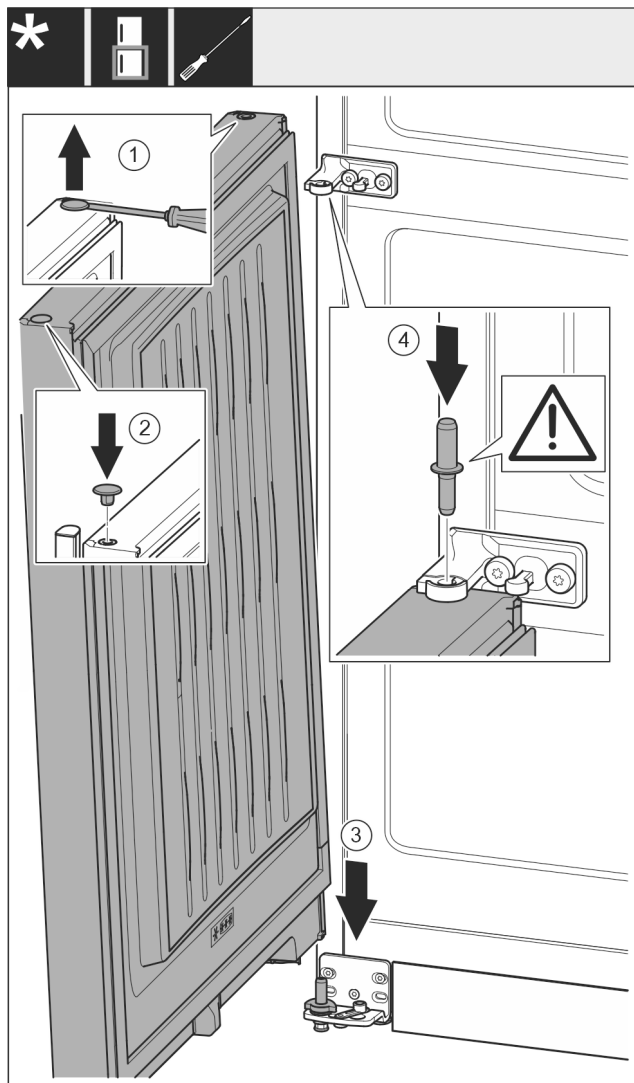

Fig. 20
- ▶ Sollevare il tappo Fig. 20 (1) con cautela con un cacciavite a intaglio ed estrarlo.
- ▶ Reinsertare il tappo Fig. 20 (2) sull'altro lato della porta.
- ▶ Inserire la porta Fig. 20 (3) dall'alto sul perno di supporto inferiore.
- ▶ Inserire il perno di supporto centrale Fig. 20 (4) attraverso il blocco di supporto centrale nella porta inferiore. Facendo ciò assicurarsi che la camma di arresto sia rivolta all'indietro.